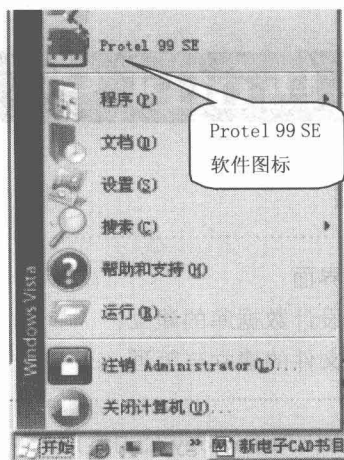

图 1.1 “开始”按钮的快捷菜单
(1) 安装 Protel 99 SE 软件后，可以在桌面上设置一个 Protel 99 SE 的快捷方式图标，双击该图标即可打开程序。或者单击“开始”按钮，在弹出的快捷菜单中选择（单击）Protel 99 SE（见图 1.1）命令即可。